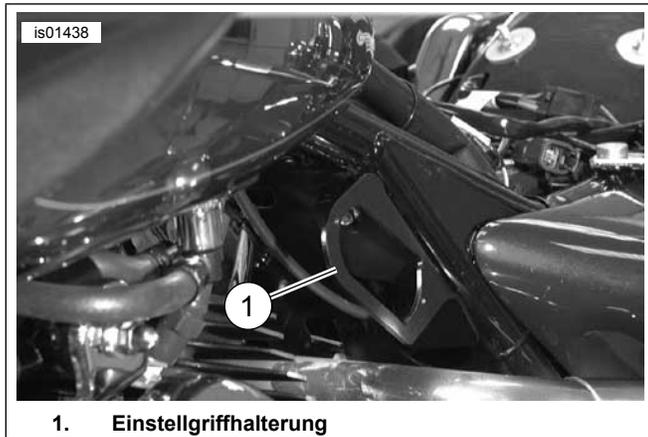

Abbildung 2. Installierte Einstellgriffhalterung
4. Siehe Abbildung 2 >. Bringen Sie die Halterung (1) des einstellbaren Griffs mit den entsprechenden Befestigungsteilen an: **Modelle von 2000–2007:** Siehe Abbildung 14 . Verwenden Sie die Schraube (5) und die Flanschmutter (13). **Modelle von 1997–1999:** Siehe Abbildung 14 . Verwenden Sie die selbstschneidende Schraube (11).